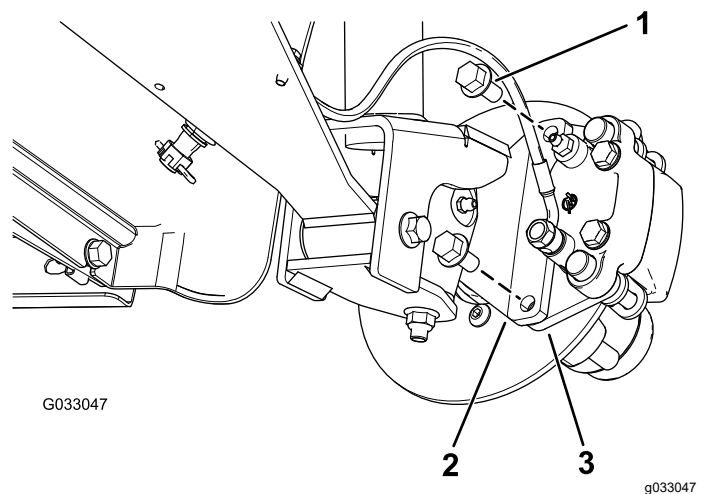

Figura 29
3. Retire los pernos con arandela prensada ( $\frac{3}{8}$ " x  $\frac{3}{4}$ ") que sujetan el soporte del conjunto de freno al eje y separe el freno del eje (Figura 29).
2. Alinee las pastillas de freno en cada lado del rotor (Figura 29) y los taladros del soporte de la pinza con los taladros de montaje del freno de la mangueta (Figura 33).
3. Sujete el soporte de la pinza a la mangueta (Figura 29) usando los 2 pernos con arandela prensada ( $\frac{3}{8}$ " x  $\frac{3}{4}$ ").